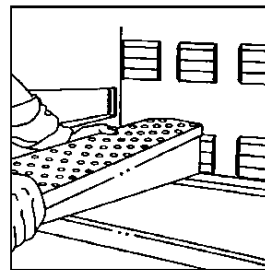

Figure 6
8. Installer le doigt dans le four en le glissant sur la bride du caisson et en posant la ferrure avant. (Voir Figures 6 et 7.) S'ASSURER QUE LE DOIGT REPOSE BIEN SUR LES BRIDES DU CAISSON ET QUE LES TROUS POINTENT DANS LE BON SENS. Les doigts supérieurs pointent vers le bas, les doigts inférieurs pointent vers le haut. (Voir Figure 8.)
9. Répéter l'étape 8 jusqu'à ce que les huit (8) doigts soient installés.